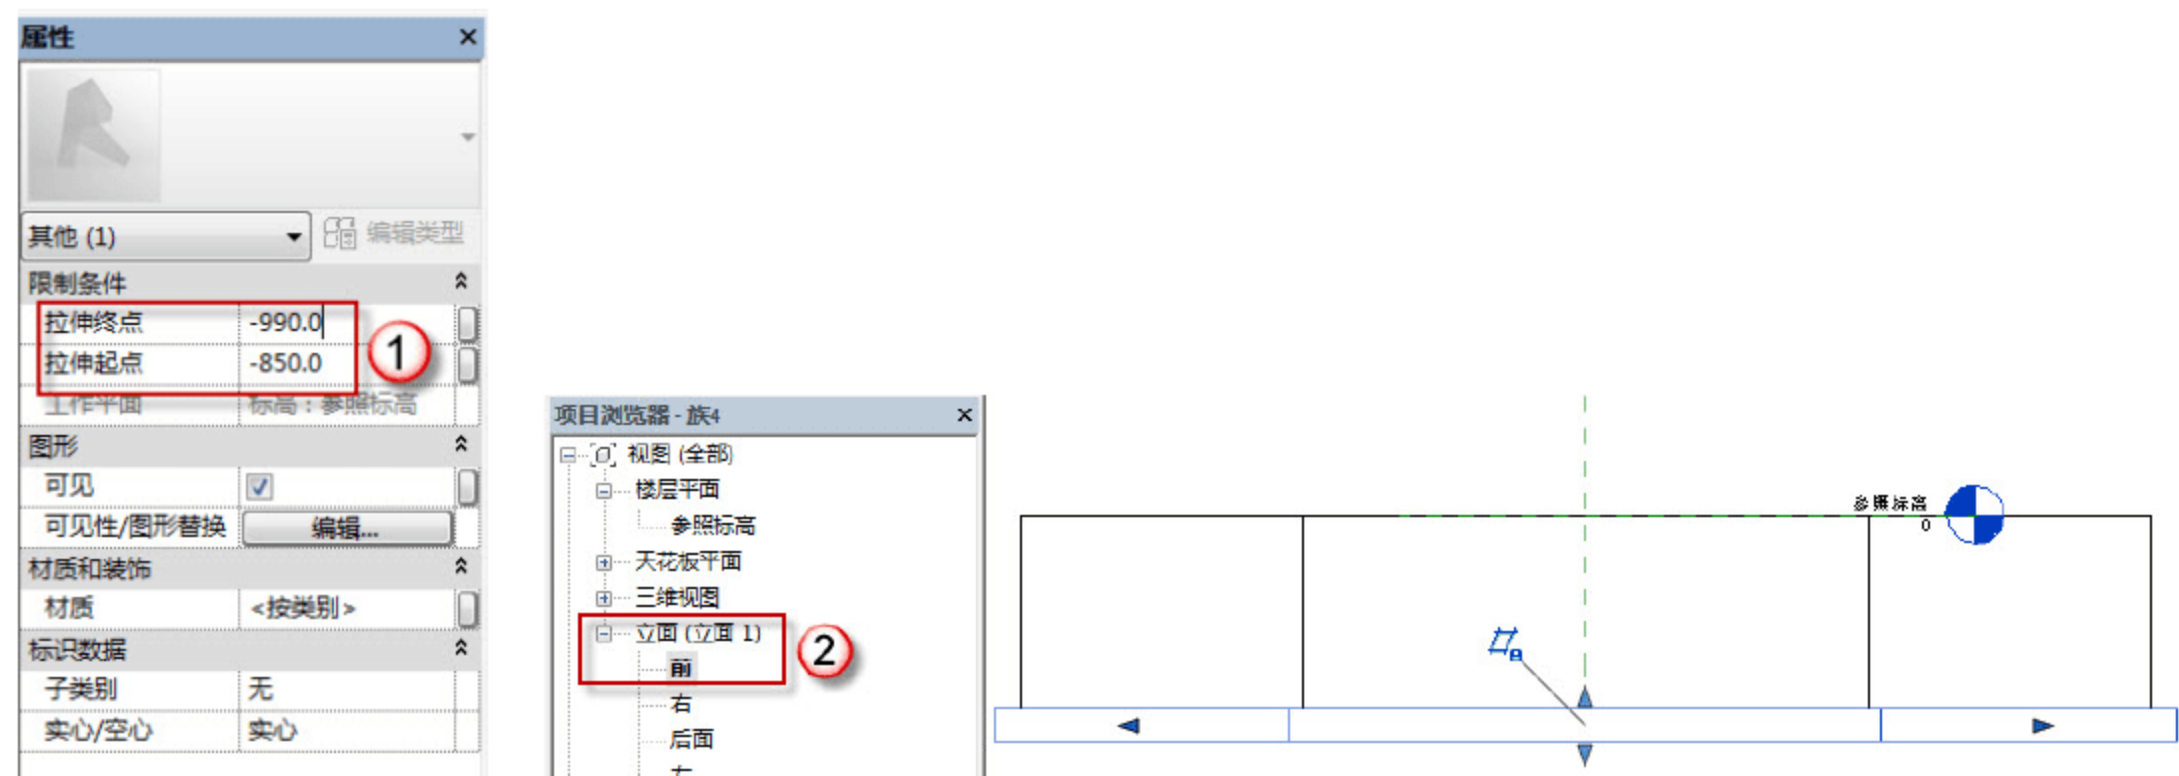

图 2.1.84 定义垫层高度
(7) 定义垫层高度。在“属性”面板中，在“拉伸起点”后输入数值-850，在“拉伸终点”后输入数值-990，在“项目浏览器”面板中选择“立面”→“前”命令，观看承台高度，如图 2.1.84 所示。